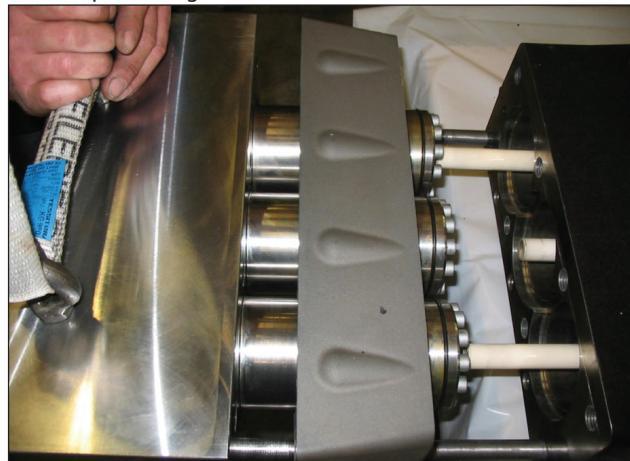

Fig. 99
Separe o cabeçote e o espaçador para camisas do cárter da bomba (pos. ①, Fig. 99).